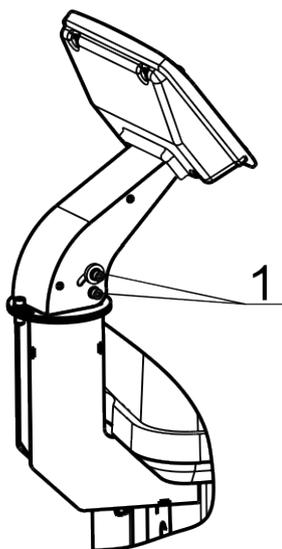

Рисунок 4.7
4.2.7 Установить блок управления в верхнее положение. Для этого ослабить болты (1), рисунок 4.7, поднять блок вверх до упора, затем затянуть болты.